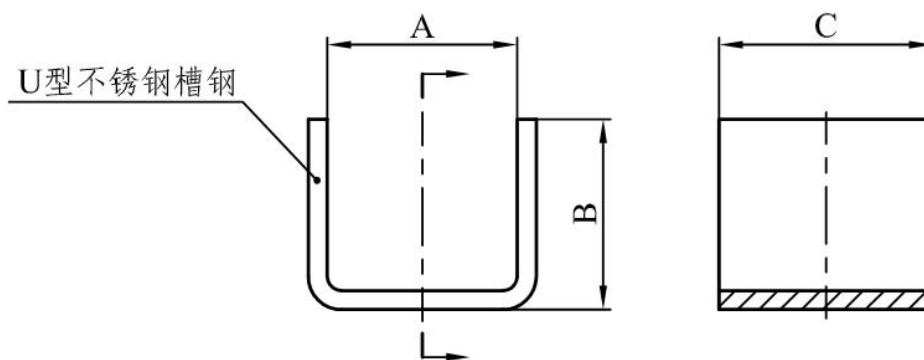

图 8 U 型槽钢加工示意图
1) 选择尺寸较高的纵梁或横梁，测量其宽度，选用市场上的 U 型不锈钢槽钢，槽钢的内部宽度 A 应略大于井盖横梁的宽度，将槽钢截成长度为 C 的小段（如图 8 示，尺寸 C 应小于井盖上交错的纵横梁之间的缝隙宽度，以保证 U 型槽钢能插入到井盖横梁上）